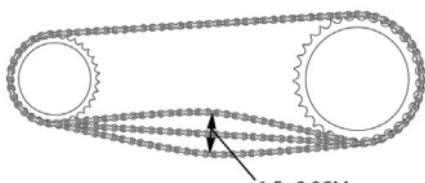

Figure 12
2. Tirez la roue vers l'arrière jusqu'à obtenir un espace de mouvement de 1,5 à 2,0 cm dans la chaîne (voir figure 12).